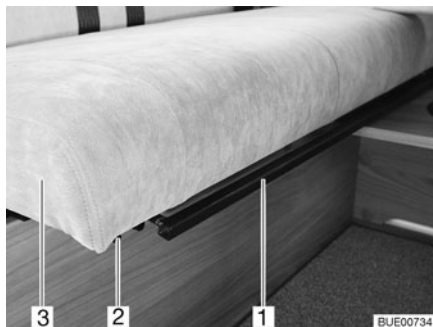

Fig. 15 Inclinaison du dossier de la banquette
- Tirer ou pousser l'étrier (Fig. 15,1) situé sous la surface de siège (Fig. 15,3) vers le haut et le maintenir dans cette position.
- Tirer avec précaution la surface de siège sur les rails (Fig. 15,2) jusqu'à la position souhaitée ou jusqu'à la butée.